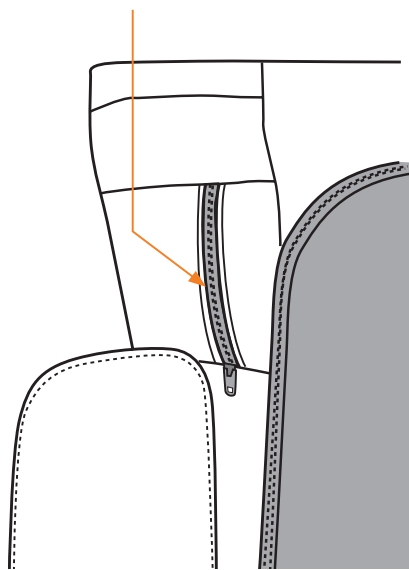

Fig.23
1. Repérez la poche à fermeture à glissière à l'arrière du coussin corporel situé dans la région de l'épaule gauche (Fig.23).